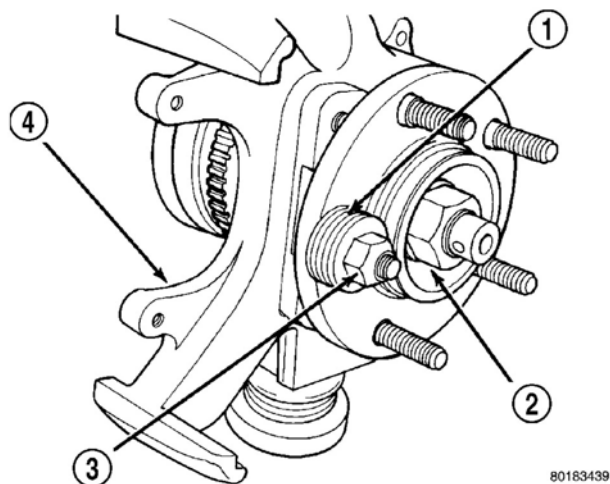

图 36 安装车轮螺栓（典型）
（1）把替换螺栓安装到轮毂和轴承总成的法兰上。安装垫圈到螺栓上，然后如图所示（图 36），将车轮安装螺母（带凸耳）的平面靠在垫圈上。
(1) 把替换螺栓安装到轮毂和轴承总成的法兰上。安装垫圈到螺栓上, 然后如图所示 (图 36), 将车轮安装螺母 (带凸耳) 的平面靠在垫圈上。
(2) 拧紧螺母, 把车轮螺栓拉入轮毂和轴承总成的法兰中。当螺栓的头部完全落座在轮毂的后法兰面上后, 从螺栓上卸下螺母和垫圈。
(3) 把制动鼓或制动盘和制动钳装回轮毂和轴承总成上。
(4) 安装车轮和轮胎总成到车辆上。以正确的顺序紧固车轮安装螺母, 直到所有螺母的力矩达到规定值的一半。然后重复紧固顺序直到达到全部的规定力矩 135 N.m. (100 ft. lbs.)。